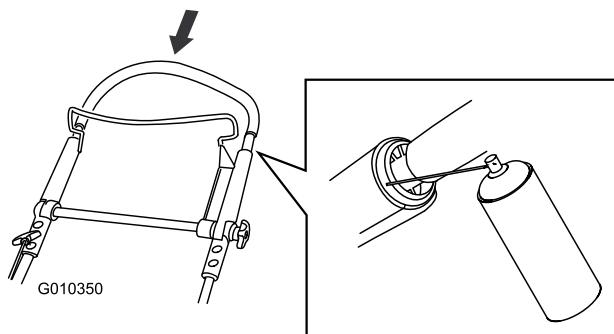

Bild 44
2. Drücken Sie den oberen Bügel ganz nach unten und sprühen Sie die innere Kunststoffoberfläche des äußeren Bügels ein (Bild 44).